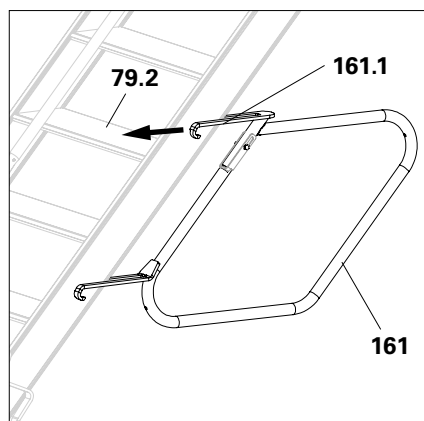

Abb. A8.11a
1. Treppengeländer von der Trepperrückseite mit den Einhängungen (**161**) auf den Treppenhalm aufstecken. (Abb. A8.11a)